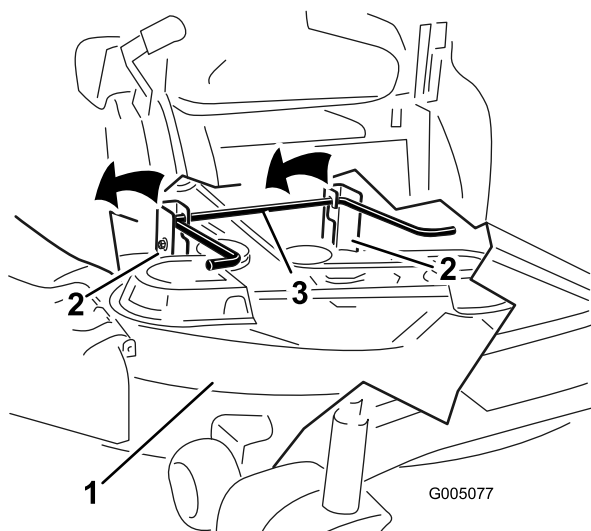

Figura 44
5. Alzate il tosaerba e i supporti di sostegno dall'asta di sollevamento posteriore e abbassate con cautela il tosaerba al suolo (Figura 44).
5. Alzate la parte posteriore del piatto di taglio e guidate i supporti di sospensione lungo l'asta di sollevamento posteriore (Figura 44).